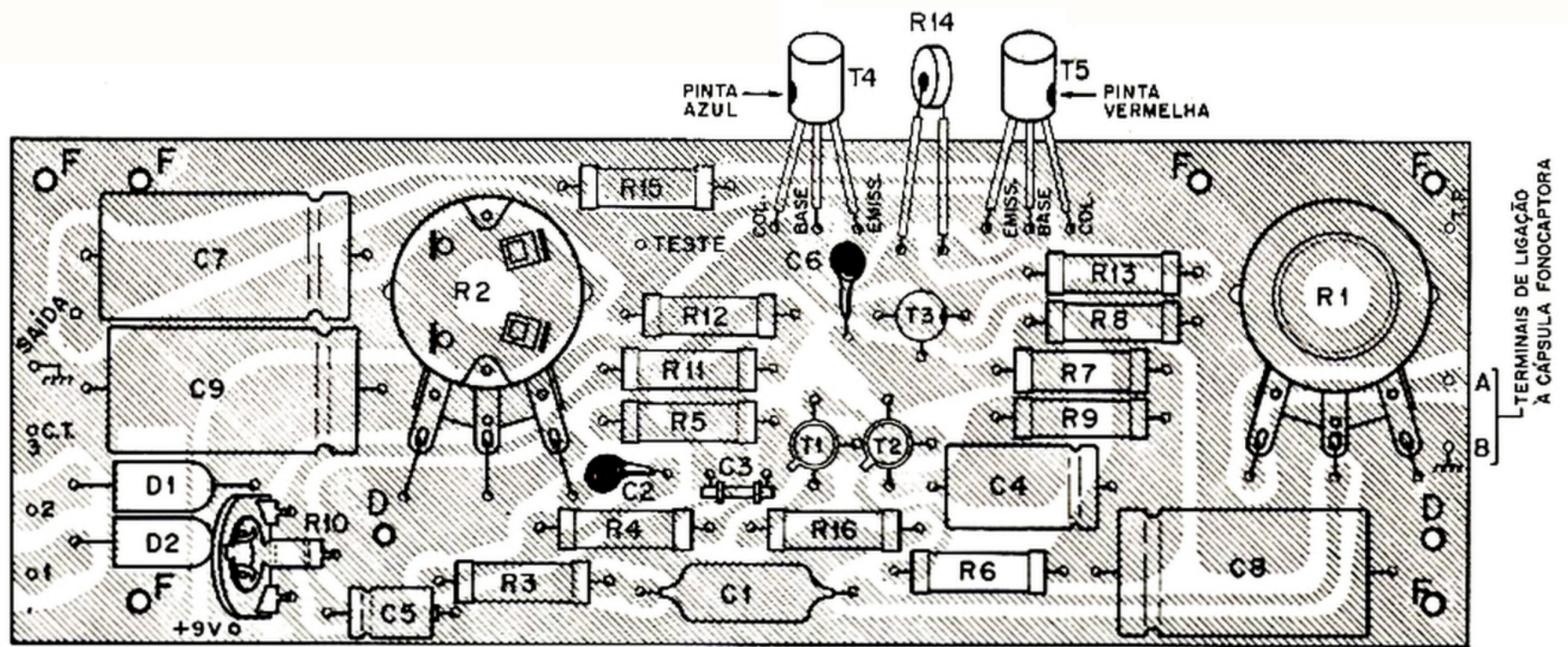
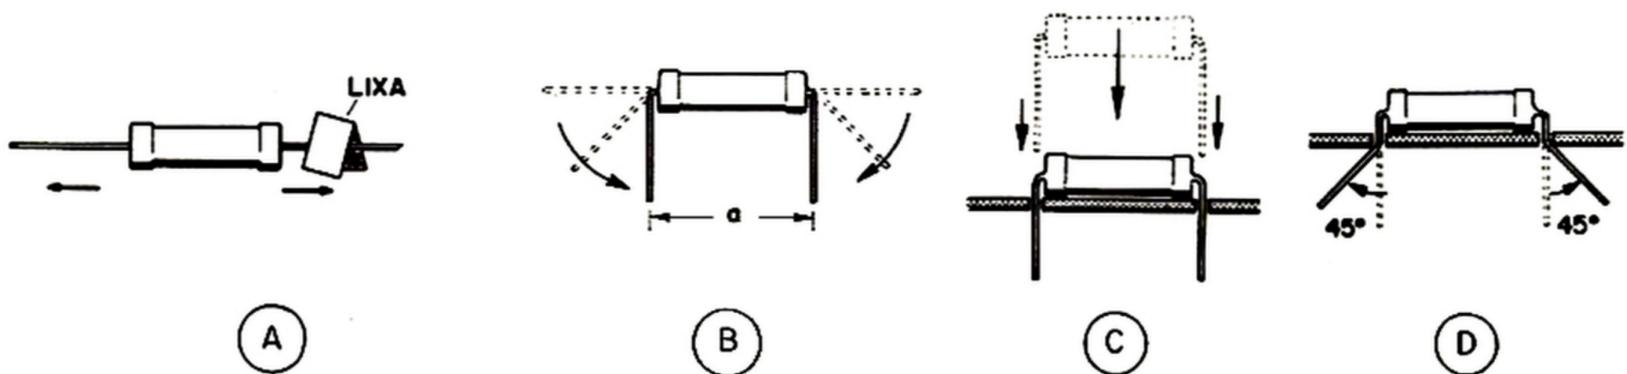

Figura 4 - Placa impressa, vista pelo lado isolante, mostrando a disposição dos componentes.
Figura 5 - Preparação, montagem e fixação mecânica de componentes numa placa de fiação impressa.
A posição de cada componente está indicada, mediante o símbolo correspondente, na face isolante da placa. Consulte também a figura 4, que mostra a disposição correta de todas as peças. Todos os componentes devem ser colocados sobre a face isolante. Os terminais devem atravessar os respectivos orifícios, fazendo contato com a parte cobreada na face oposta. Antes de colocar cada componente, verifique a distância existente entre os furos nos quais deverão ser inseridos os seus terminais, e dobre estes no comprimento adequado (ver figura 5). Após a soldagem, corte a parte restante (ponta) do terminal do componente, rente à solda (ver figura 6). Execute as operações na seguinte ordem:
- A - ENTRADA:** Ligue a fonte de sinal (cápsula fonocaptora cerâmica ou de cristal) aos terminais de entrada do amplificador. Use fio blindado. O condutor central deve ser ligado ao terminal assinalado com a letra "A" na figura 4. A malha de blindagem será ligada ao terminal "B". Cuidado para que a malha de blindagem não faça contato com nenhuma outra parte metálica do aparelho.